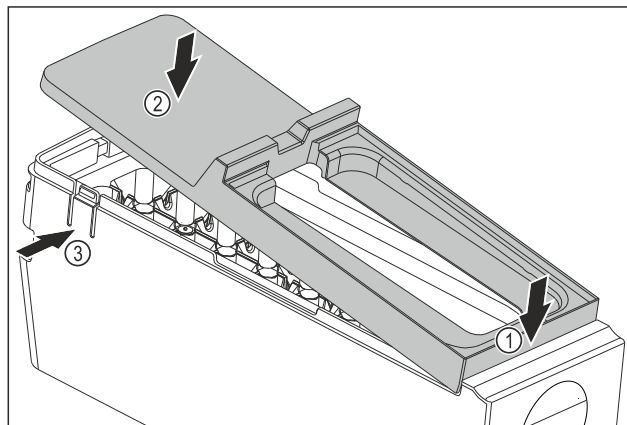

Fig. 215
- Afdekking van de EasyTwist-Ice-corpus monteren: Afdekking voor bevestigen. Fig. 215 (1)
- Afdekking achter neerlaten. Fig. 215 (2)
- Afdekking klikt hoorbaar in beide strips Fig. 215 (3) vast.